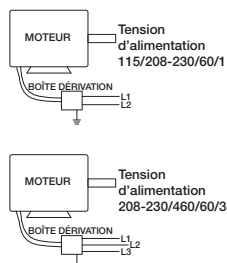

Figure 7 — Schéma de câblage typique
- Poser et câbler le sectionneur de sécurité sous le capot de ventilateur et câbler le moteur conformément au schéma de câblage sur le moteur. Voir Raccordement électrique, Figure 7. Câbler les commutateurs de commande au niveau du sol.
**REMARQUE :** Voir le schéma de câblage à la Figure 7.